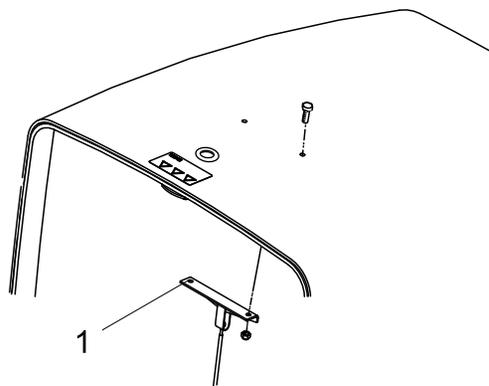

図4
1. フードケーブルブラケットをフードの裏側に固定しているねじ2本とナットを外して捨てる図4。